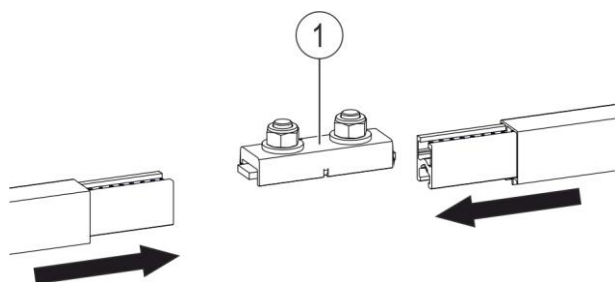

Fig. 75 : Pousser les extrémités du rail de courant dans les éléments de liaison
- Pousser les extrémités du rail dans l'élément de liaison (pos. 1) (voir Fig. 75).